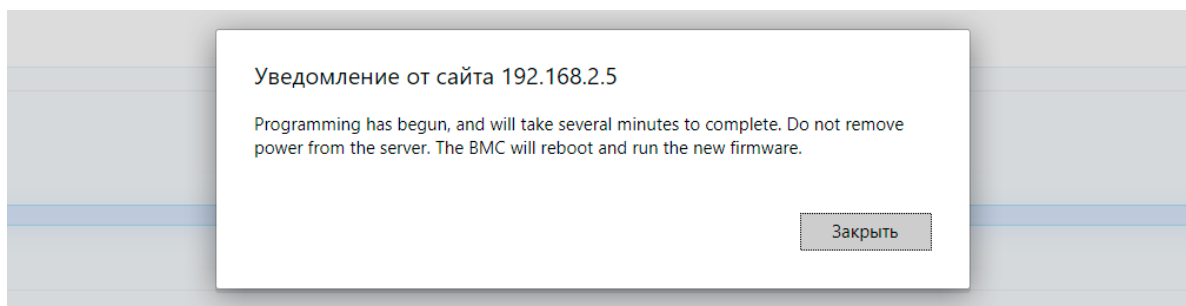

Рис. 78. Окно с уведомлением о завершении установки обновления BMC
- 7) После обновления BMC появиться сопутствующая надпись об успешном завершении обновления. Окно показано на рис. 78 Окно с уведомлением о завершении установки обновления BMC.